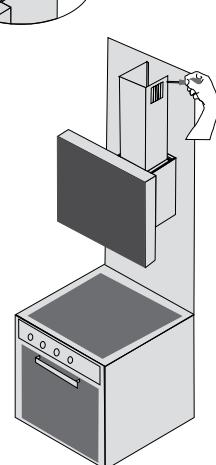

Рис. 15
7. Если Ваша вытяжка будет работать в режиме отвода воздуха в вентиляционную шахту, оденьте один конец гибкого воздуховода (в комплект поставки не входит) на переходной фланец (рис. 15) место стыковки переходного фланца с воздуховодом промажьте герметиком, а сам воздуховод закрепите на пере-
Внутренний короб поднимите вверх до совмещения узлов крепления короба и планки и соедините их винтами (рис. 15).